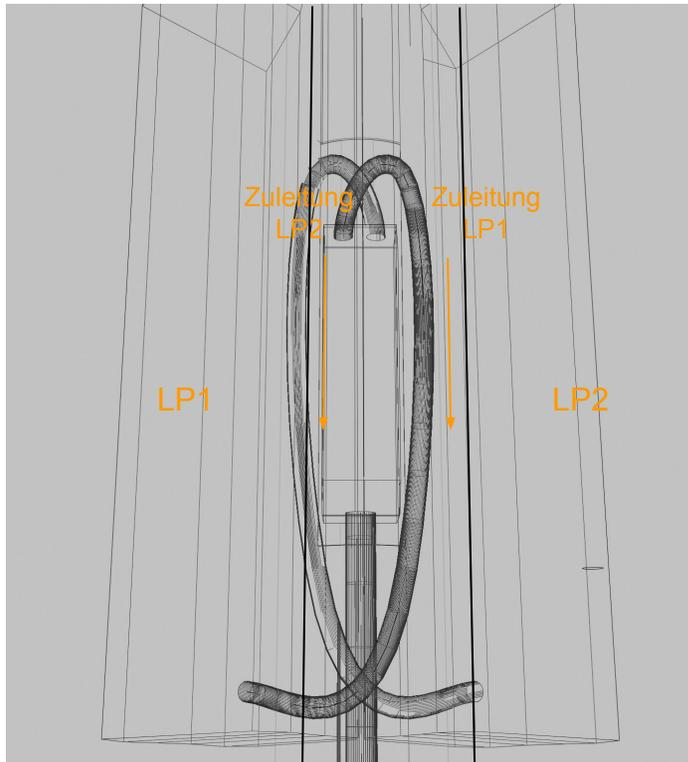

Abbildung 5: Kabelführung in der Stele (schwarz unterlegt)
5. Die Zuleitungen sollten wie in Abbildung 5 gezeigt um den KÜK herumgeführt werden, um die Biegeradien einzuhalten.